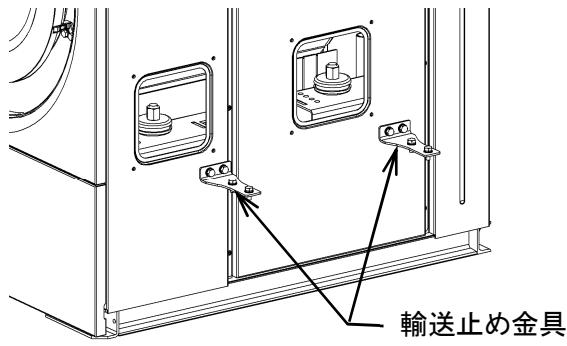

図4-6
1) 左右計 4ヶ所の輸送止め金具を全て外します。(図4-6)